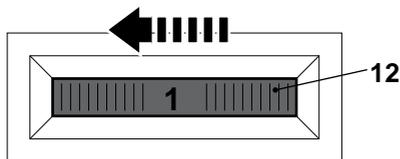

Fig. 8
- > Tourner le sélecteur de vitesse [12] vers la gauche pour augmenter la vitesse de rotation (Fig. 8).